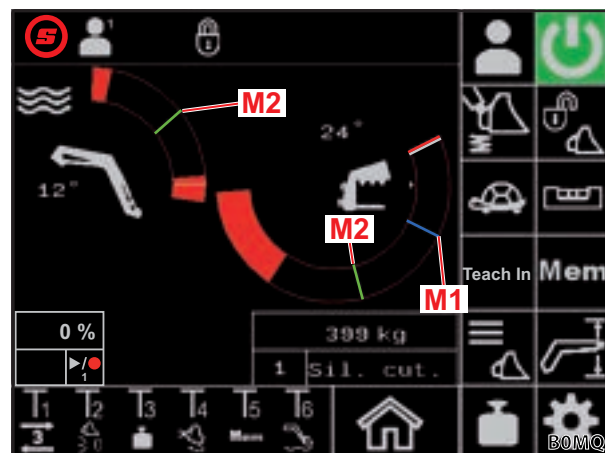

Fig. 19 Weergave van de memory-posities M1 en M2 op de hoofdpagina
- (1) Softkey  (voor zwenkarm) en/of  (voor werktuig) bedienen.
- (2) Zwenkarm en/of werktuig in gewenste positie brengen.
- (3) Softkey  bedienen.
- ✓ De actuele positie wordt als M1 overgenomen. Op de hoofdpagina wordt M1 met een blauwe lijn weergegeven in het werkbereik van de zwenkarm resp. het werktuig (zie Fig. 19).
- ✓ De actuele positie wordt als M2 overgenomen. Op de hoofdpagina wordt M2 met een groen lijn weergegeven in het werkbereik van de zwenkarm resp. het werktuig (zie Fig. 19).